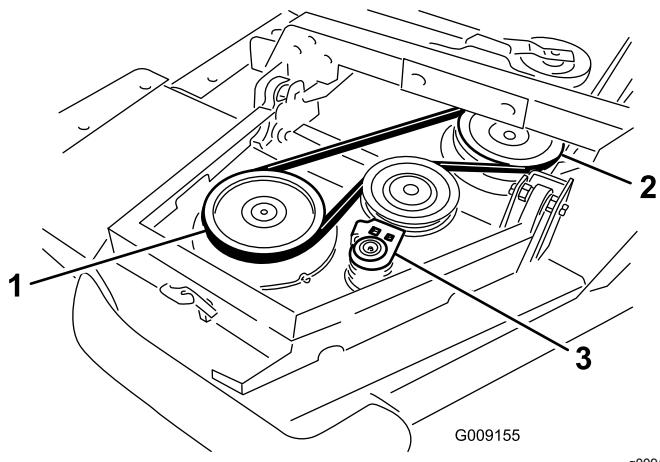

Bild 5
- A. Legen Sie den Riemen um die Riemenscheibe der Flügelsspindel und die Riemenscheibe der Frontmähwerksspindel (Bild 5).
- B. Schieben Sie die Spannscheibe mit einem Schraubenschlüssel oder einem ähnlichen Werkzeug von den Scheiben (Bild 5).